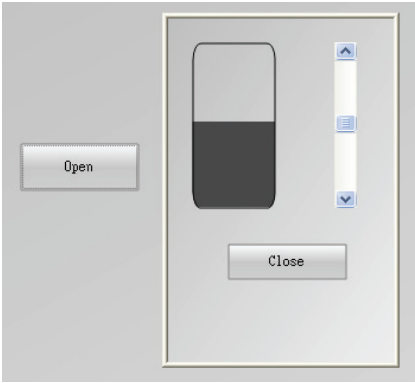

图 6-27 画中画显示实例
如图 6-27 所示，单击“Open”按钮，将打开小窗口显示例 6-2 中的动态实例，而单击小窗口中的“Close”按钮，将关闭画中画显示，下面介绍用直接连接的方法组态画中画的显示与隐藏。
3) 组态显示画中画的按钮。用鼠标右键单击图 6-27 中的“Open”按钮，打开“Object Properties”窗口。在“Events”选项卡中选择“Mouse”，在右侧窗口中用鼠标右键单击“Press left”事件“Action”列上的白底色闪电，在弹出的快捷菜单中选择“Direct Connection”，打开组态窗口。左侧“Source”选择常数 1，右侧“Target”选择“Object in Picture”→“Picture Window 1”的“Display”属性进行直接连接，如图 6-31 所示。
4) 保存画面，在图形编辑器或项目管理器中激活项目，测试画中画显示的组态结果，结果应与图 6-27 一致。